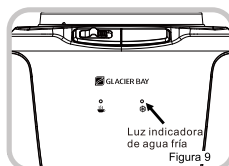

Figura 9
7. Encienda el interruptor de agua fría (verde) para activar la función de enfriamiento. El indicador de agua fría (azul) se iluminará. (Figura 9)